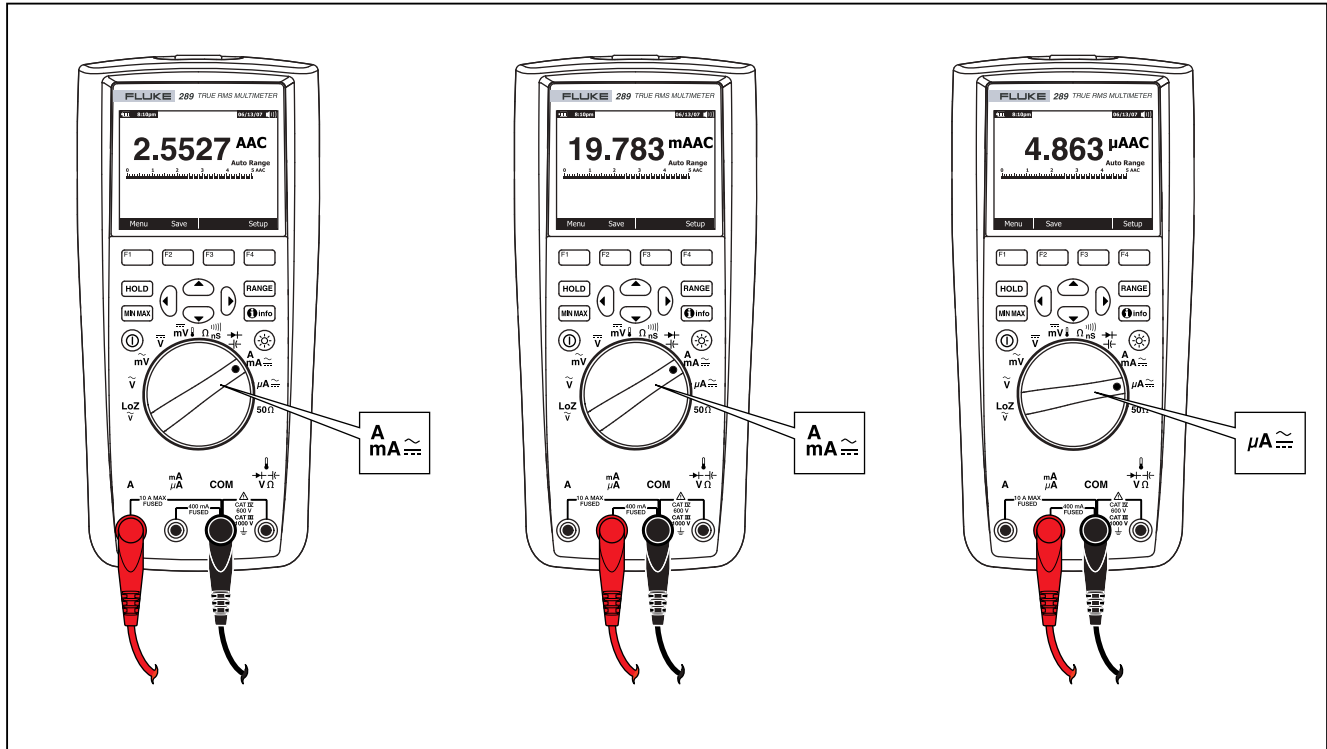

Figura 21. Configuración de la medición de corriente
3. Si está utilizando el terminal **A**, fije el selector giratorio en $\overset{\sim}{\underset{\sim}{A}}$. Si está utilizando el terminal mA/μA, fije el selector giratorio en $\overset{\sim}{\underset{\sim}{\mu A}}$ para corrientes por debajo de 5000 μA (5 mA), o en $\overset{\sim}{\underset{\sim}{A}}$ para corrientes por arriba de 5000 μA. Consulte la figura 21 para analizar las conexiones de los conductores de prueba y la selección de funciones. Consulte la sección "Función de advertencia de entrada" para obtener información sobre las alertas que utiliza el multímetro cuando no se utilizan los conductores correctamente para mediciones de corriente.